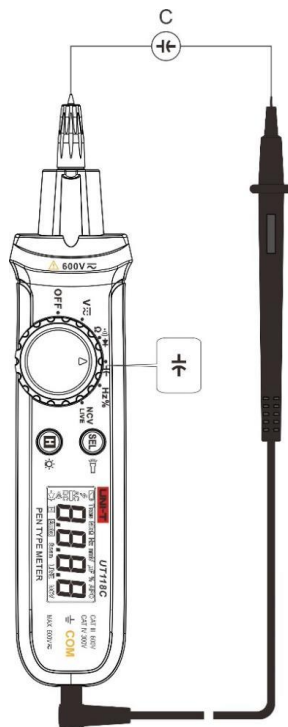

Figura 5
11.3 Misurare la capacità (Figura 5)